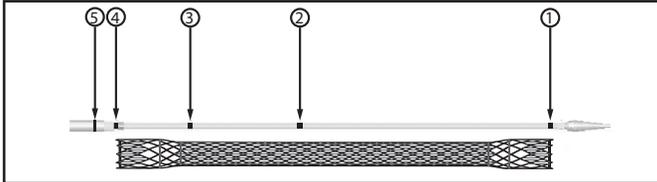
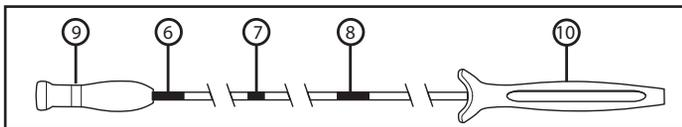

Figure 2. Système d'insertion et repères radio-opaques (RO)
Figure 3. Système de mise en place, repères visuels et poignées
Sur la poignée du système de mise en place, trois repères visuels facilitent le positionnement du stent sous contrôle endoscopique (Figure 3). Le repère visuel le plus distal indique la compression complète du stent dans le système de mise en place (Figure 3, n°6), un autre repère visuel indique le déploiement à 50 % du stent (point médian) (Figure 3, n°7) et le repère visuel le plus proximal indique le point auquel toute compression supplémentaire du stent n'est plus possible (Figure 3, n°8).
Cinq repères radio-opaques (RO) facilitent le déploiement du stent sous radioscopie (Figure 2). Les deux repères RO situés sur le tube interne du système de mise en place permettent de repérer les extrémités du stent comprimé (Figure 2, n°1 et n°4). Deux autres repères RO sont positionnés entre ces repères RO. Un repère RO indique le point médian du stent (Figure 2, n°2). Un repère RO sur le tube interne indique le point auquel toute compression supplémentaire du stent n'est plus possible (Figure 2, n°3). Le cinquième repère RO visible à l'extrémité antérieure du tube externe indique le niveau de déploiement du stent (Figure 2, n°5).
Lors de l'utilisation du guidage radioscopique, mettre le stent en place de manière à ce que le repère 2 (figure 2) soit au centre de la tumeur ou de la fistule. Dans cette position, le stent couvre correctement la tumeur.
Commencez le déploiement du stent en maintenant d'une main la poignée distale (la plus éloignée de l'utilisateur, Figure 3 n°9) du système de mise en place ; de l'autre main, saisissez la poignée proximale (la plus proche de l'utilisateur, Figure 3 n°10) et maintenez-la dans une position fixe. Un segment comportant des repères visuels se trouve entre ces poignées. Ces repères sont conçus pour faciliter le déploiement du stent. Avant de déployer le stent, vous pouvez voir un repère au niveau de la position entièrement comprimée/non déployée du stent (Figure 3 n°5).
Pour pouvoir déployer le stent, tenez la poignée distale (la plus éloignée de l'utilisateur, Figure 3 n°9) d'une main et, de l'autre main, la poignée proximale (la plus proche de l'utilisateur, Figure 3 n°10). Pour déployer le stent, tirez lentement la poignée distale vers la poignée proximale, tout en maintenant la poignée proximale dans une position fixe. Surveillez la libération du stent par radioscopie et/ou endoscopie, en gardant les repères situés sur le système de mise en place entre les bords de la sténose déterminés au préalable. Si nécessaire, il est possible d'arrêter le déploiement et d'ajuster la position du stent en direction proximale sans compression supplémentaire de celui-ci avant d'arriver au repère de fin de compression (Figure 3 n°8). Si la position du stent est satisfaisante, procédez au déploiement complet.
- Le stent peut être comprimé une nouvelle fois à tout moment jusqu'aux repères de fin de compression (repère radio-opaque Figure 2 n° 3 et repère visuel Figure 3 n° 8).
**Remarque :** le stent est complètement comprimé lorsque le repère visuel (Figure 3, n° 6) est entièrement visible.
- C. Remettre le tube externe du système de mise en place dans sa gaine en poussant la poignée distale (Figure 3 n°9) loin de l'opérateur. Retirer lentement le système d'insertion et le guide.